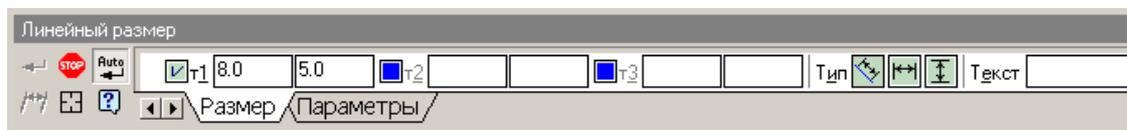

Рис. 2.7. Вид **Панели свойств** при нанесении линейных размеров
2. В **Панели свойств** задать вертикальный, горизонтальный или параллельный размер (рис. 2.7).